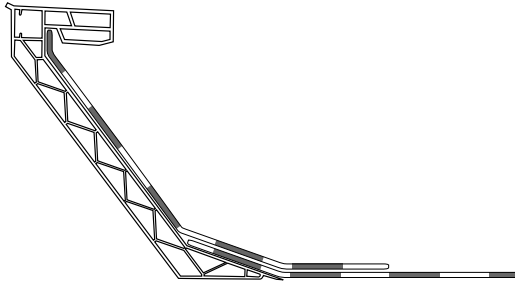
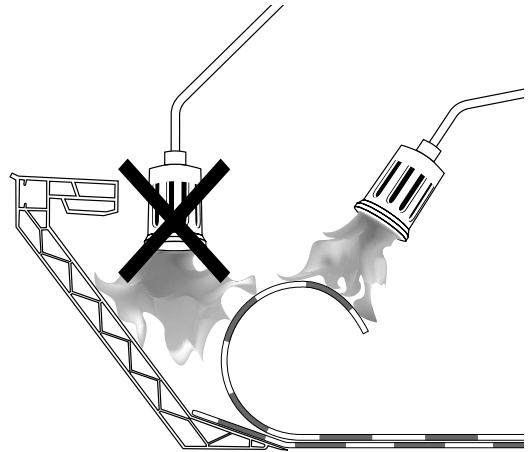

Fig. 1
Fig. 2
- Screw the curb on the roof construction through the indication line of the flange. Start at 7,5 cm from the extremities. The axis distance of the other screws must not exceed 30 cm. Pull up the roofing underneath the top flange (see fig. 1). Beware that the membrane and not the curb is warmed up when using the welding with flame method as shown on figure 2.
- Schrauben Sie den Aufsatzkranz an der Dachkonstruktion fest durch die Indikationslinie vom Flansch. Fangen Sie am 7,5 cm der Enden an. Die Achsdistanz der anderen Schrauben soll maximal 30 cm betragen. Ziehen Sie die Dachbedeckung bis zum oberen Flansch (siehe Bild 1). Achten Sie darauf, dass beim Schweißen mit Flamme die Membran und nicht der Aufsatzkranz geheizt wird (siehe Bild 2).